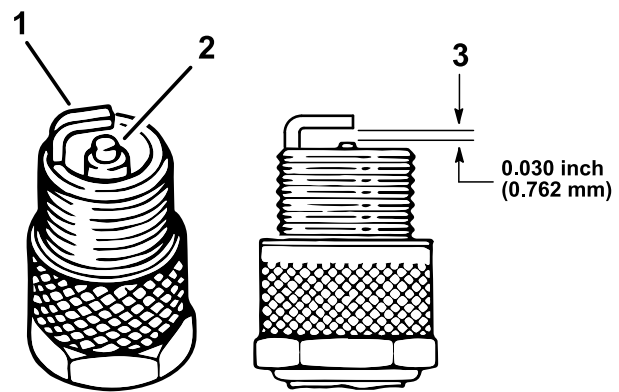

Figura 37
- Ajuste a folga existente entre a zona central e lateral do eléctrodo para 0,76 mm, como se mostra na Figura 37.
- Verifique o estado dos eléctrodos lateral e central, bem como do isolante do eléctrodo central, certificando-se de que não se encontram danificados (Figura 37).